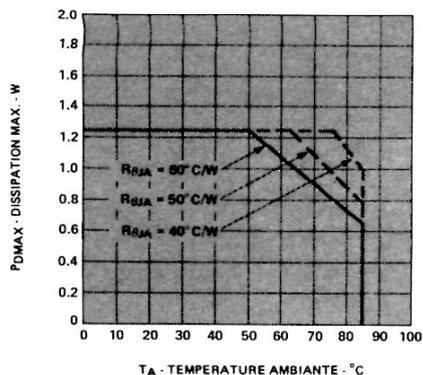

FIGURE 2 – Dissipation maximale en fonction de la température
- La puissance dissipée sera réduite de $16,7$ mW/°C au-dessus de 50°C . Cette réduction correspond à un dispositif monté sur un support ayant une résistance thermique de $35^\circ\text{C}/\text{W}$ (voir figure 2)
Il est possible de les faire fonctionner dans un large éventail de températures ou de tensions d'alimentation. Leur fonctionnement à pleine puissance à la température ambiante $T_A = 25^\circ\text{C}$ ($V_{CC} = V_B = V_{COL} = 5,25 \text{ V}$) est possible si la résistance thermique, à partir du plan de base, des broches au boîtier ne dépasse pas $35^\circ\text{C/W/boîtier}$. Pour fonctionner à une température ambiante T_A supérieure à 25°C , la dissipation maximale devra être diminuée linéairement de $16 \text{ mW}/^\circ\text{C}$ (voir Figure 2). Cette réduction de la dissipation pourra se faire soit en diminuant V_{COL} , soit en diminuant le courant moyen de commande, en jouant sur la largeur des impulsions de modulation de V_B .